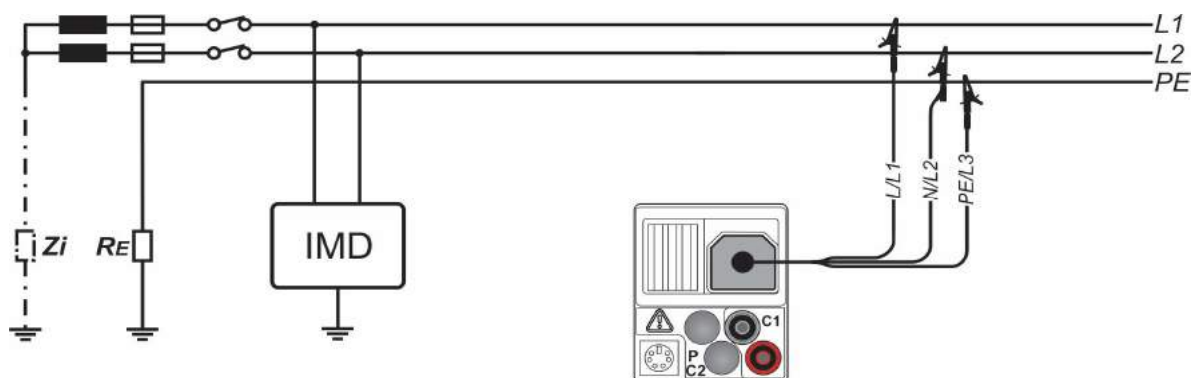

Abbildung 5.42: Anschluss der 3-Leiter-Prüfleitung
- ☐ Kontaktieren Sie die Prüfleitungen an das Prüfobjekt (siehe Abbildung 5.42 und 5.43).